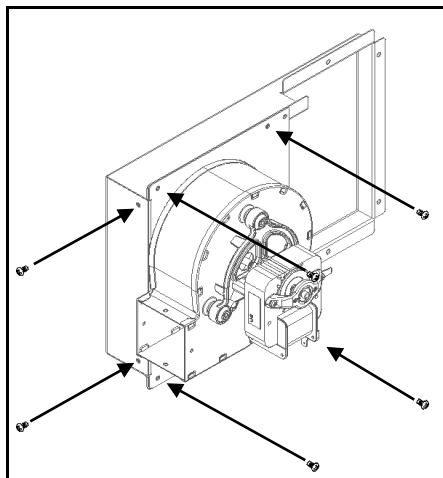

Figura 125 - Fijación del soporte con el ventilador
c) Atornille el conjunto de la Figura 125 en la face lateral de la cámara de combustión usando 6 tornillos **A** (DIN 7981 FA 4,2x13) en los orificios preparados.